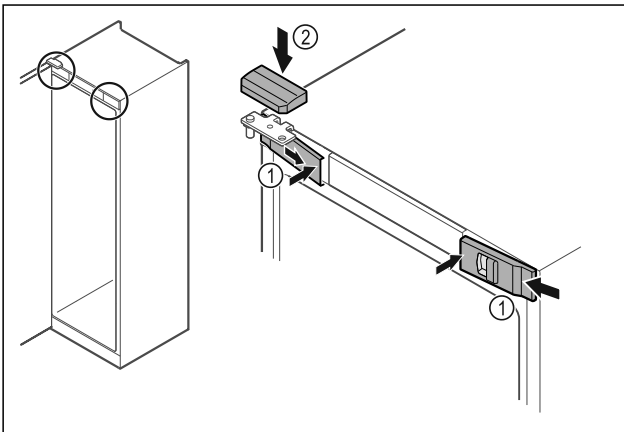

Fig. 55
- ▶ Accrocher les caches avant Fig. 55 (1) par les côtés et les enclencher en appuyant sur l'intérieur.
- ▶ Insérer le cache supérieur Fig. 55 (2) par le haut.